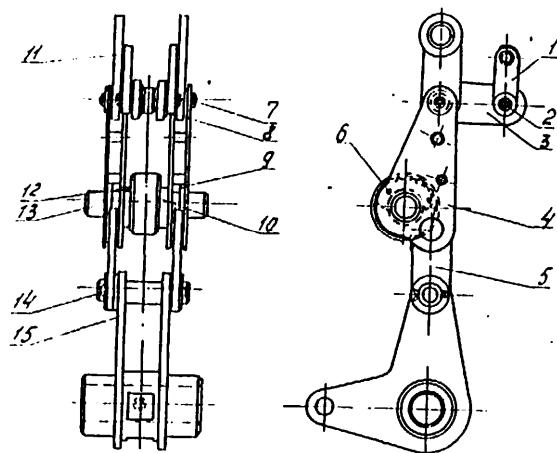

Рис. 10. Механизм привода в сборе:
11.5. Расшплинтовать и вынуть оси 2,7 и 14 (рис.10), разобрать механизм.